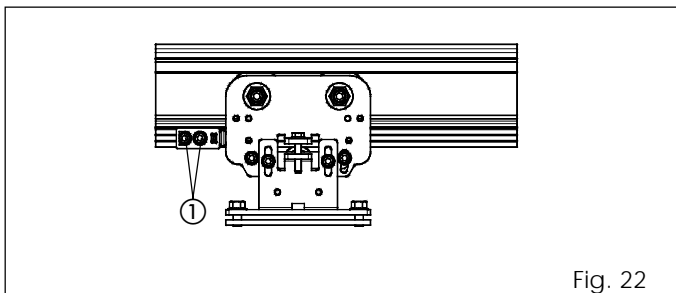

Fig. 22
• Desserrer les deux vis à tête hexagonale d'après les fig. 22 et 23 réf. ①.